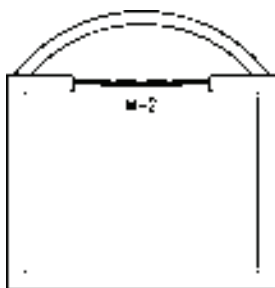

图 9-38 打开素材
1) 按〈Ctrl+O〉组合键，打开配套光盘提供的“第 9 章/9.1.7 半径标注.dwg”素材文件，结果如图 9-38 所示。